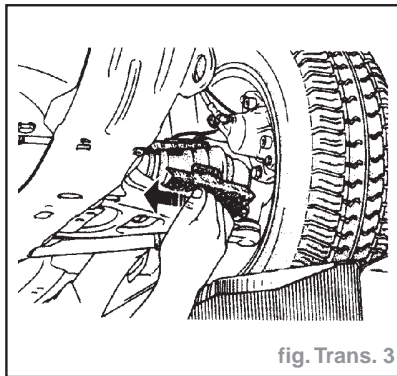

fig. Trans. 3
- Véhicule sur ses roues, procéder à la dépose des protecteurs carton, en les déchirant suivant le dessin (fig. Trans. 3).